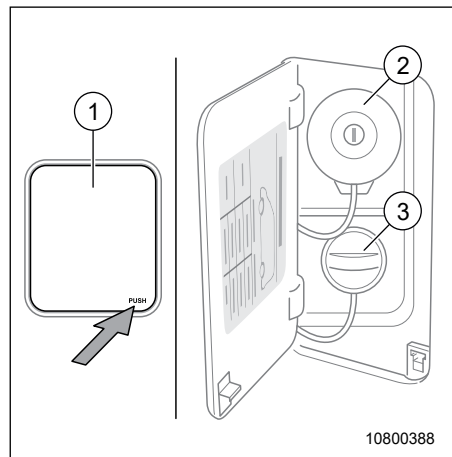

Fig. 11 Bouchon de carburant
1. Ouvrir le clapet du bouchon de carburant (Fig. 11, Pos. 1). Pour cela appuyer sur l'inscription « PUSH » et le clapet s'ouvre automatiquement.
2. Pour ouvrir le bouchon de carburant, ouvrir la serrure du réservoir (Fig. 11, Pos. 2).
2. Fermer le bouchon de carburant (Fig. 11, Pos. 1). Pour cela appuyer sur l'inscription « PUSH » dans le coin inférieur de droite et le clapet se ferme.
1. Ouvrir le bouchon de carburant (Fig. 11, Pos. 1). Pour cela appuyer sur le bord inférieur avec l'inscription « PUSH ». Le clapet s'ouvre.
2. Tirer le couvercle (Fig. 11, Pos. 3) en dehors.
1. Visser le bouchon (Fig. 11, Pos. 3) jusqu'à la butée.
2. Fermer le bouchon de carburant (Fig. 11, Pos. 1). Pour cela appuyer sur le bord inférieur avec l'inscription « PUSH » et faire encliqueter le clapet.